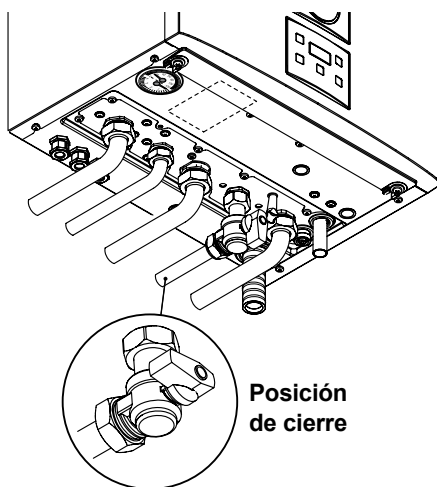

Figura 2.13
- Cierre las llaves de la caldera Figura 2.13 ;